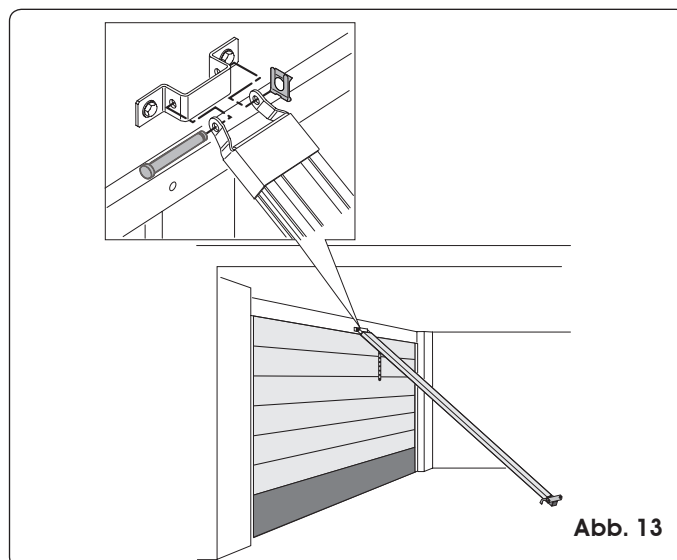

Abb. 13
- 7) Die Führung von der vorderen Befestigung anheben und diese am Fixierbügel unter Zuhilfenahme der entsprechenden Durchgangsschraube und der Mutter fixieren (Abb. 13).